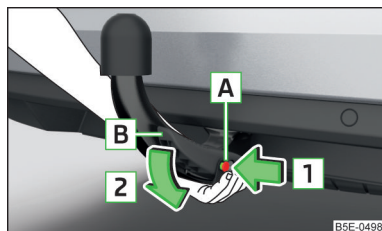

Fig. 184
- Prindeți tija cuplei **din partea de jos** » fig. 184.